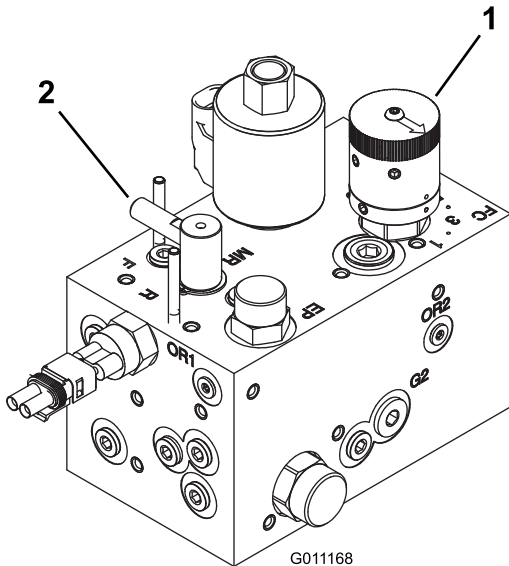

Figura 39
3. Gire el pomo de control de velocidad de los molinetes (Figura 39) al número de velocidad de los molinetes determinado en el Paso 1.